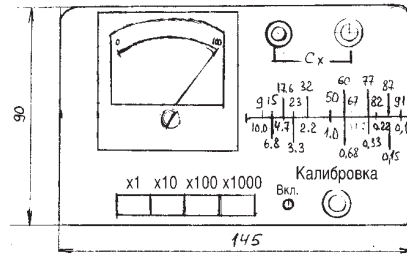

Рис.2
Значение емкостей можно написать тушью, вскрыв микроамперметр, прямо на его шкале (заводские надписи аккуратно смыть спиртом). Можно сделать шкалу на ватмане тушью и приклеить к лицевой панели прибора (рис.2).
**Конструкция прибора.** Определяется размерами корпуса и используемыми элементами. Внешний вид авторского варианта прибора показан на рис.2. Габаритные размеры 145x90 мм. Высота корпуса 50 мм.